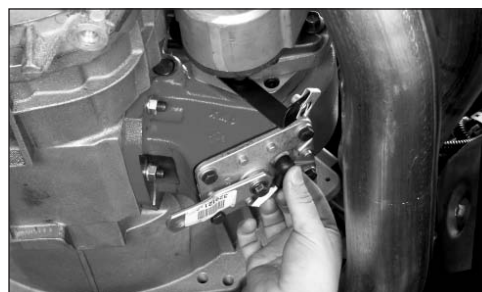

Fig. 16
19. Passe o feixe de fiação elétrica sobre a parte de cima da transmissão e conecte o conector cachimbo com o interruptor do indicador da TDF (Fig. 16). Prenda o feixe na transmissão para proteger o relé contra danos.